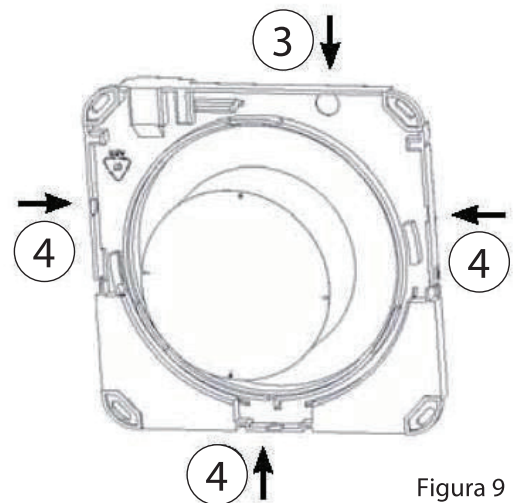

Figura 9
2. Fracturați obturatorul prevăzut pentru transferul conexiunilor (3), în cazul conexiunilor externe nescoase, rupeți zonele prevăzute (4) atât pe suportul motorului, cât și pe capac (Figura 9).